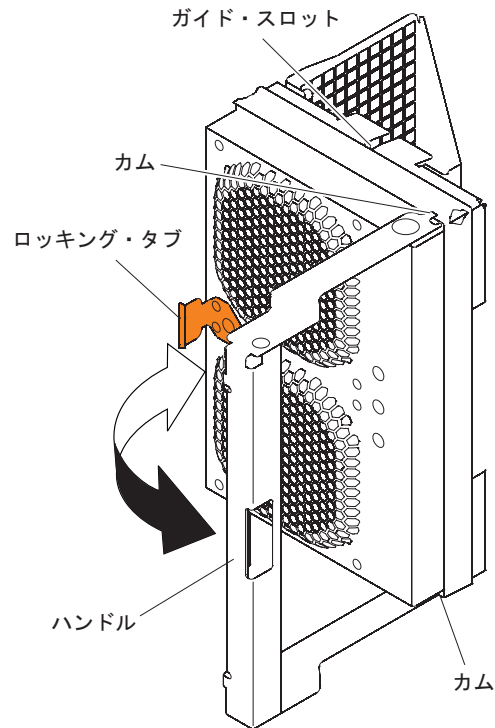

図 61. ファン・アセンブリーの取り外し
- a. ストレージ拡張エンクロージャーの背面で、ファン・アセンブリー・ハンドルを所定の位置に保持しているロッキング・タブを押し、次にファン・アセンブリー・ハンドルを手前に引いて、ファン・アセンブリーを取り外します (143 ページの図 61を参照)。